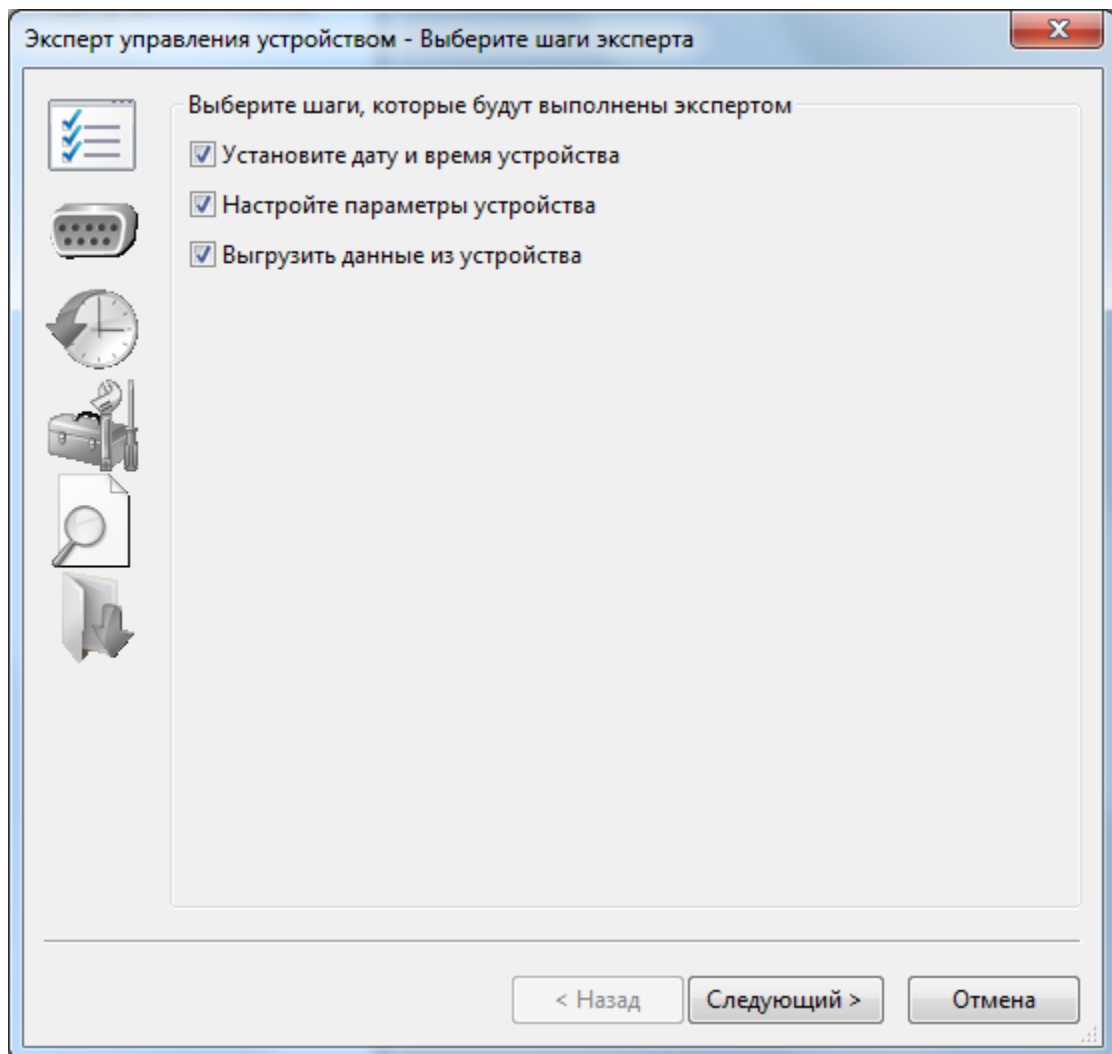

Рис.34 – Окно запуска Эксперта управления устройством
2.10.4.1. Запуск Эксперта управления устройством осуществляется выбором элемента меню «Действия» - «Управление устройством». В результате запускается окно «Эксперта управления устройством» (Рис.34),